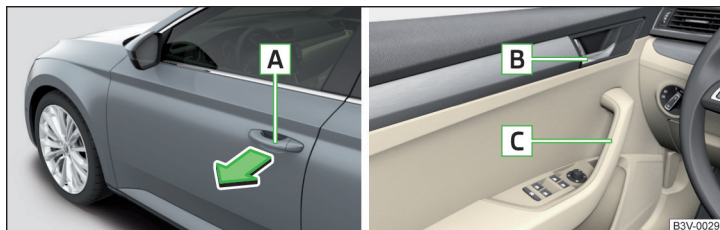

Fig. 39 Mânerul portierei/maneta de deschidere a portierei
- Trageți mânerul portierei **A** în sensul săgeții » fig. 39.